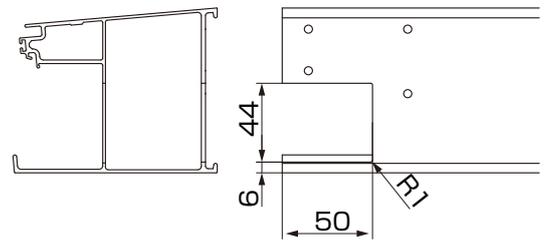

図3-21 桁を切詰める場合
- 桁を切詰める場合は、切詰めた端部を長方形に切詰めてください。(図3-21参照)
(2) 中間部の柱取付材の取付け ※図は、エクシオールプラスタイプの場合の作業です。